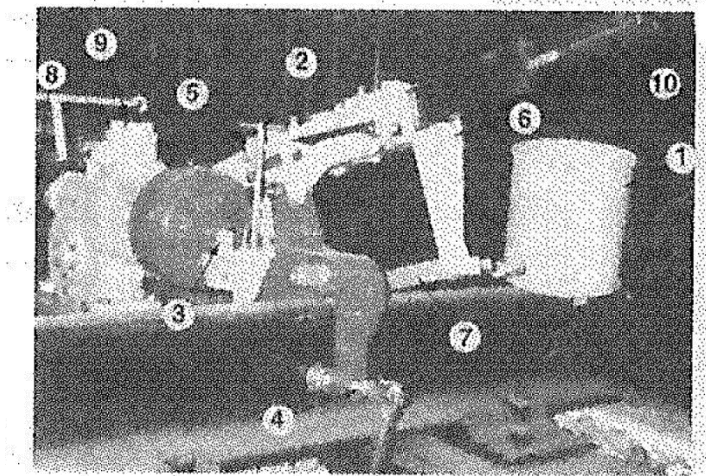

Рис. 4
20. Что изображено на рис. 4 под № 9